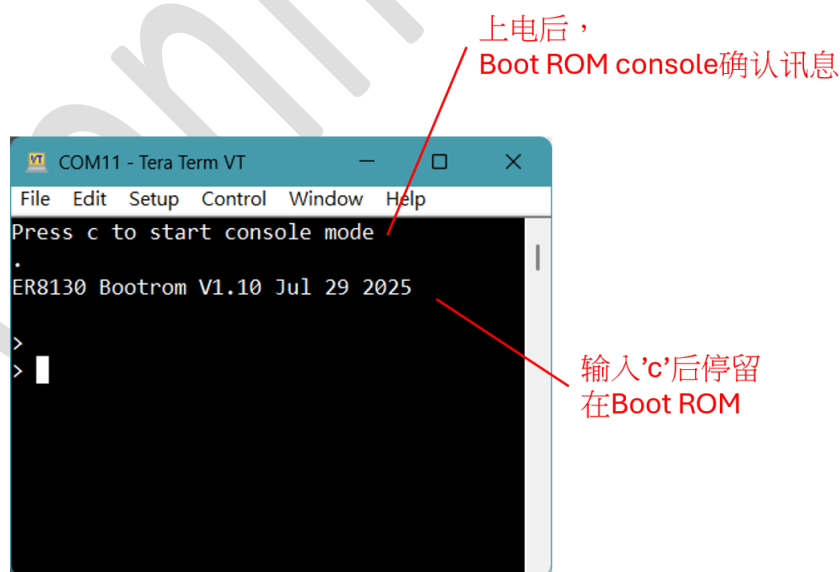

图 7. 开启 Console 功能的 Boot ROM 讯息 (图中软件为 TeraTerm)
Console**	- 开启 Boot ROM 的 UART 停留界面，在 Boot ROM 启动阶段让使用者能透过 UART 输入'c'让其停留在启动代码(Boot code)，参考图 7 及下文说明 DISABLE, ENABLE
**让芯片强行停留在 Boot ROM 而不跳转，此状态下仍可透过 SWD 更新 Flash 固件。如图 7 所示，启用 Console 功能后，Boot ROM 在每次启动时会打印提示讯息，此功能建议在开发阶段提前开启，作为安全保险机制：一旦 Flash 中的固件进入死循环、或误关闭 SWD 功能导致无法正常刻录时，仍可通过停留在 Boot ROM 的状态，使用 SWD 重新更新固件。